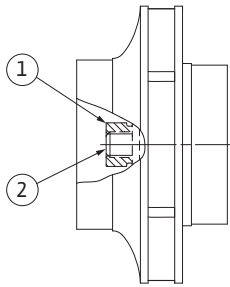

Fig. 49: Posición correcta de la tuerca de la rueda móvil después del montaje
29. Sujete el eje (ver paso 24) y apriete la tuerca de la rueda móvil con el par de apriete prescrito (ver Tab. 2 "Pares de apriete de tornillos"). La tuerca (Fig. 49, Pos. 1) tiene que estar a nivel del extremo del eje, aproximadamente en ± 0.02 in (± 0.5 mm) (Fig. 49, Pos. 2). Si esto no fuera el caso, afloje la tuerca y repita los pasos 25 a 29.